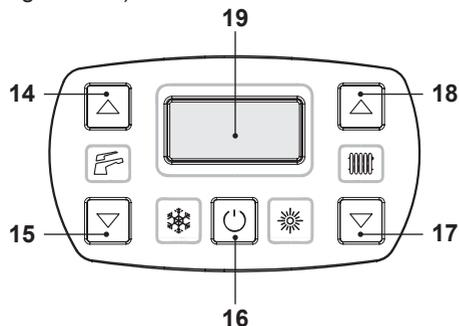
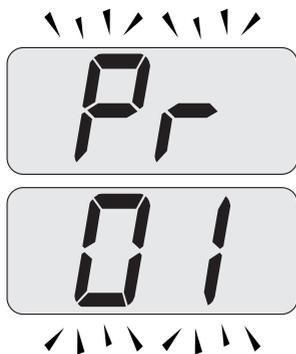
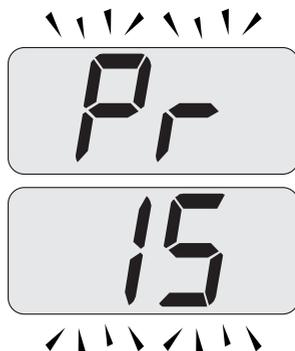

Figura 5.44
Figura 5.45
Figura 5.46
- Entrare in "modalità programmazione" premendo contemporaneamente per 10 secondi i tasti 16 - 17 - 18 (Figura 5.44) fino a far apparire sul display LCD le lettere **Pr** che si alternano con il codice **01**, indicanti l'entrata nel "parametro 01" (Figura 5.45).
- Scorrere i vari parametri utilizzando i tasti 17 o 18 fino a far apparire sul display LCD le lettere **Pr** che si alternano con il codice **15**, indicanti l'entrata nel "parametro 15" (Figura 5.46).
- Premere contemporaneamente i tasti 16 e 18 (Figura 5.44) fino a far apparire sul display LCD il valore del parametro 15 (Figura 5.47).
- Premendo il tasto 16 (Figura 5.44) si ottiene la conferma del valore inserito.
- Premendo contemporaneamente i tasti 16 e 17 (Figura 5.44) si esce senza modificare il valore (ritorno alla lista parametri Figura 5.46)
- Premendo contemporaneamente per 10 secondi i tasti 16 - 17 - 18 (Figura 5.44) si esce dalla "modalità programmazione".
Comunque se la temperatura ambiente non dovesse essere confortevole si può aumentare o diminuire la temperatura di mandata dell'impianto riscaldamento di $\pm 15^\circ\text{C}$ agendo sui tasti 17 (diminuzione) e 18 (aumento) (Figura 5.44).